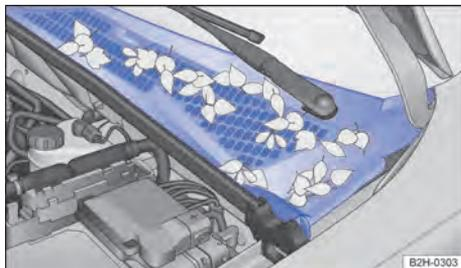

Fig. 205 Entre el compartimento del motor y el parabrisas: caja de aguas (representación esquemática).
Retire la hojarasca y otros objetos sueltos con un aspirador o la mano → Fig. 205 → ①. La limpieza del compartimento del motor debería realizarla siempre un taller especializado → ⚠.